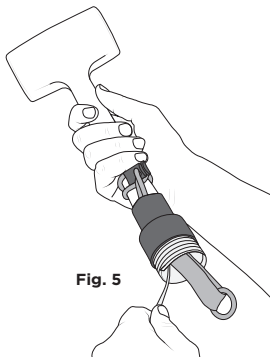

Fig. 5
- The rubber will begin to contract down over the tail and the tool [fig 5].
- La goma empezará a contraerse sobre el cabo y la herramienta [fig. 5].